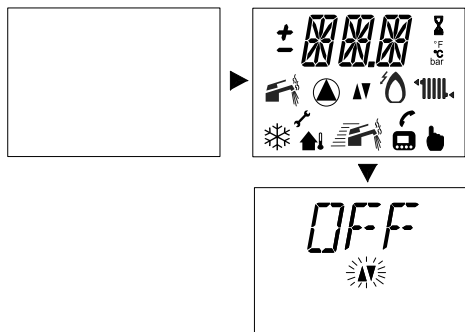

Fig. 6.4
- Dare alimentazione elettrica alla caldaia (interruttore bipolare). Tutti i simboli presenti nel LCD si accenderanno, successivamente comparirà l'indicazione **OFF**, come in Fig. 6.4.